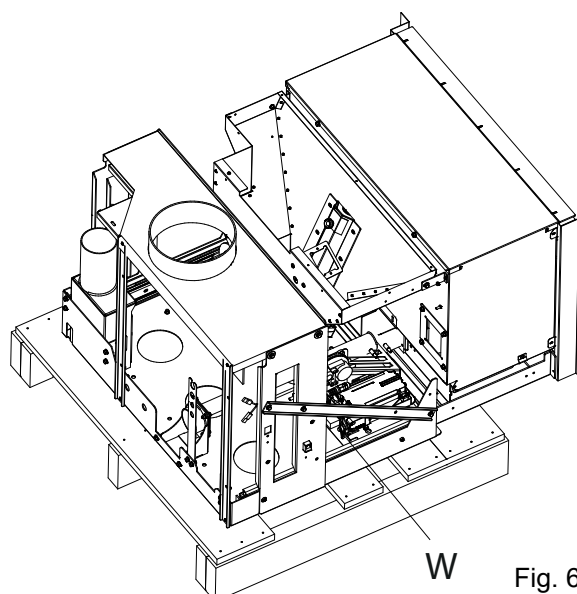

Fig. 6.1.3b
Questa operazione agisce su un micro interruttore di sicurezza (W) che disattiva l'alimentazione elettrica. (Fig. 6.1.3b) il cavo di alimentazione non deve essere collegato alla rete elettrica.